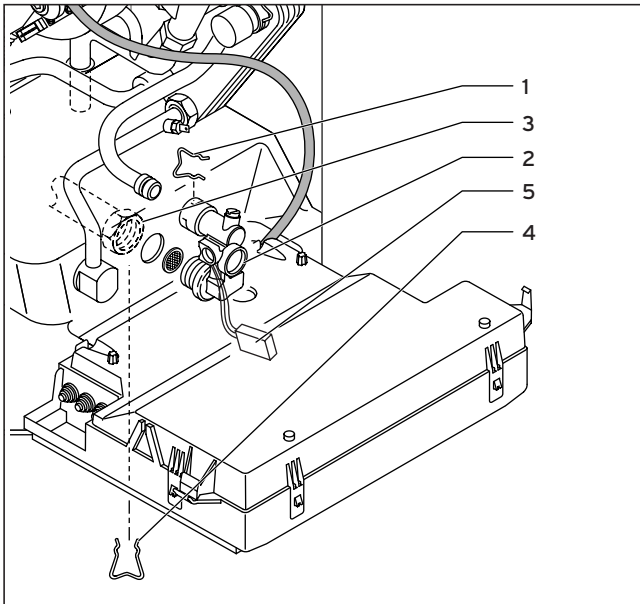

Fig. 8.9 Smontaggio del flussometro
- Staccate il morsetto (1) del flussometro (2) (vedi fig. 8.9).
- Allentate il raccordo a vite (3) sul lato inferiore dell'apparecchio.
- Staccate il morsetto (4) sul lato inferiore dell'apparecchio.
- Staccate il cavo (5).
- Estraiete l'intera unità (2).
- Estraiete il filtro (7) dal flussometro e pulitelo sotto un getto d'acqua.